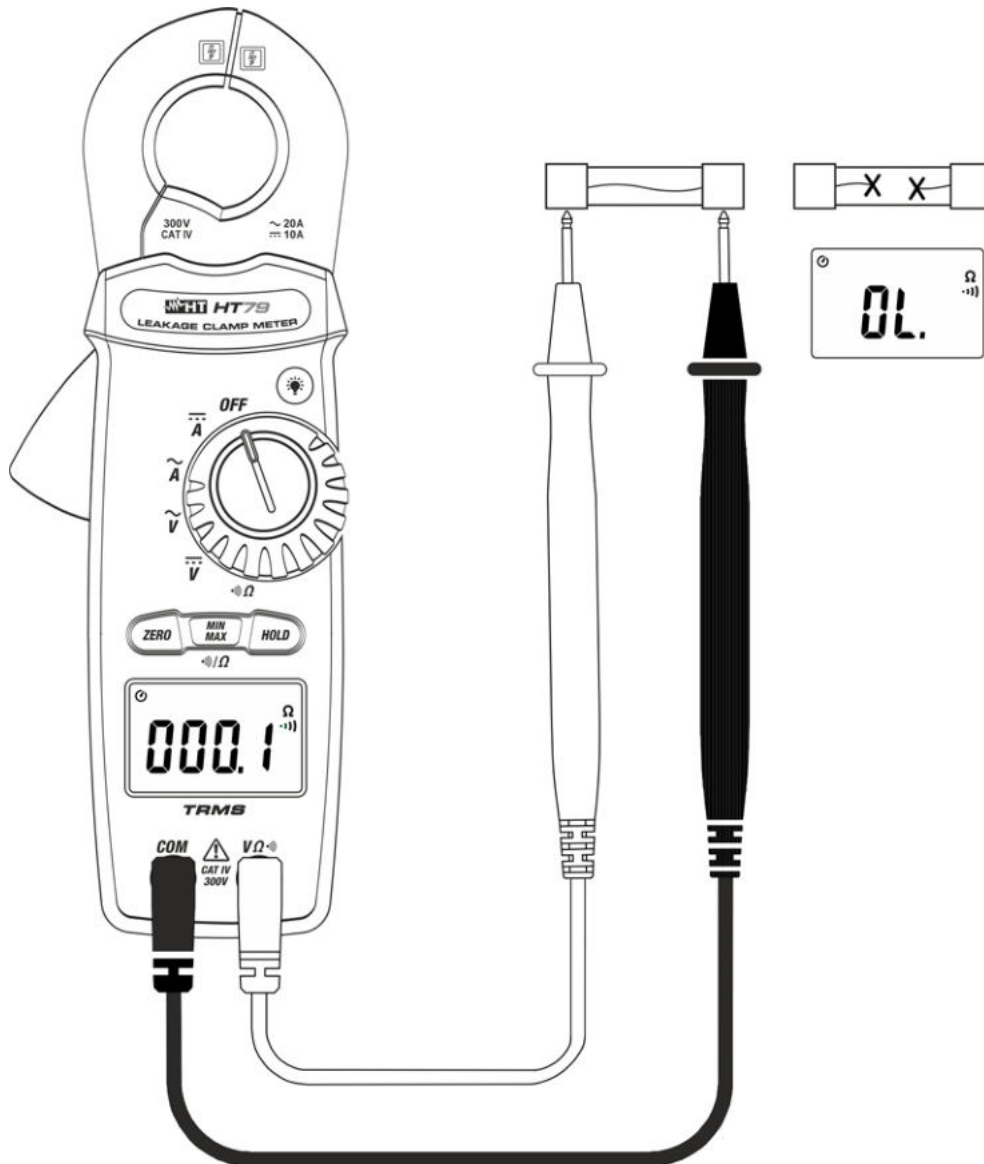

Fig. 7: Uso dello strumento per Test continuità
3. Inserire il cavo rosso nel terminale di ingresso **V Ω** (diode symbol) e il cavo nero nel terminale di ingresso **COM** ed eseguire il test di continuità sull’oggetto in prova (vedere Fig. 7). Il cicalino emette un segnale acustico quando il valore della resistenza misurata è inferiore a circa 100 Ω